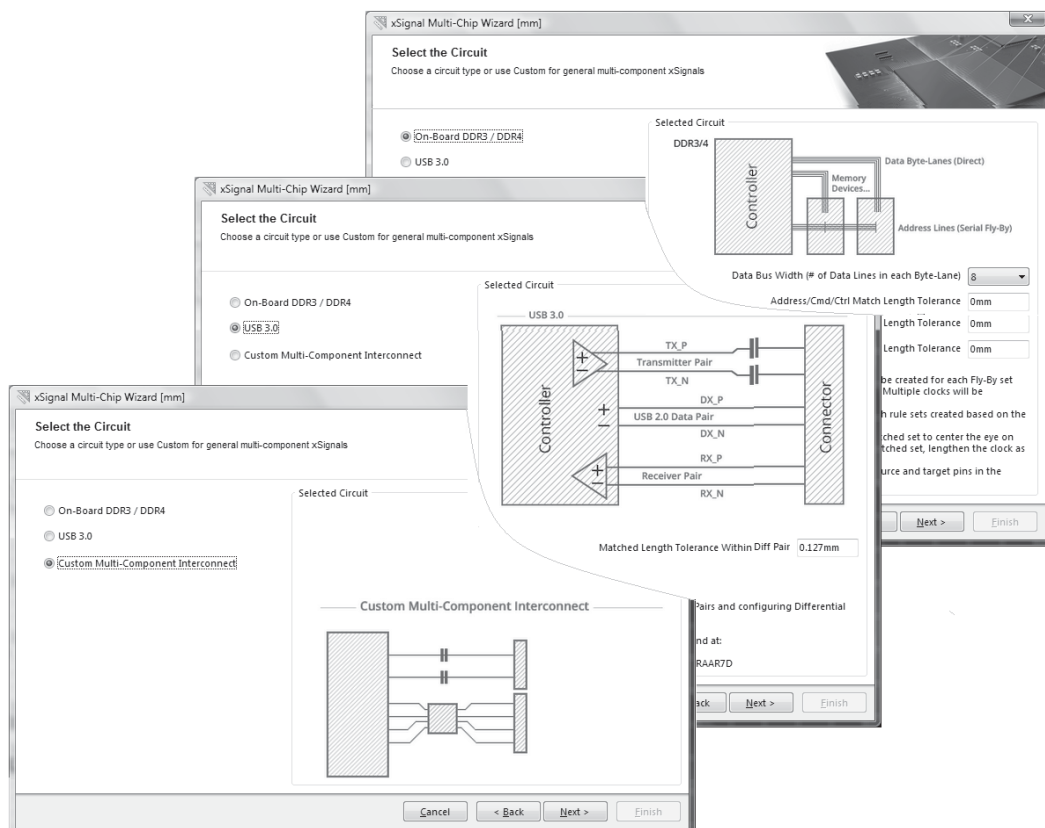

Рис. 6.43. Варианты выполнения xSignal Wizard
1. На первом шаге открывается окно с предложением **Select the Circuit** — выбрать цепь для формирования X-сигналов (рис. 6.43).